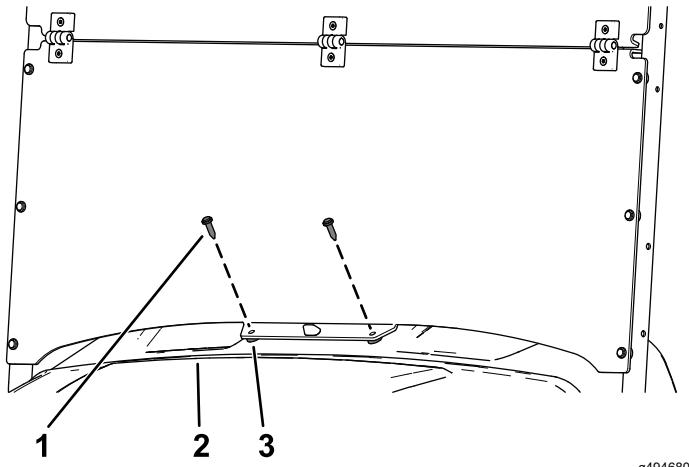

Figura 10
6. Prenda o fundo da parte inferior do para-brisas ao painel de instrumentos utilizando dois espaçadores de plástico e dois rebites de plástico compridos (Figura 10).